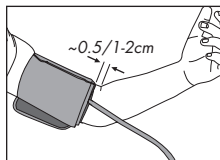

Fig. 5
2. Deslice el cilindro del manguito en su brazo izquierdo y alinee la marca de la arteria sobre la arteria braquial en el interior de su brazo, Fig. 5.
3. El borde inferior del manguito debe colocarse aproximadamente a 0,5" por encima de la articulación del codo, Fig. 5.